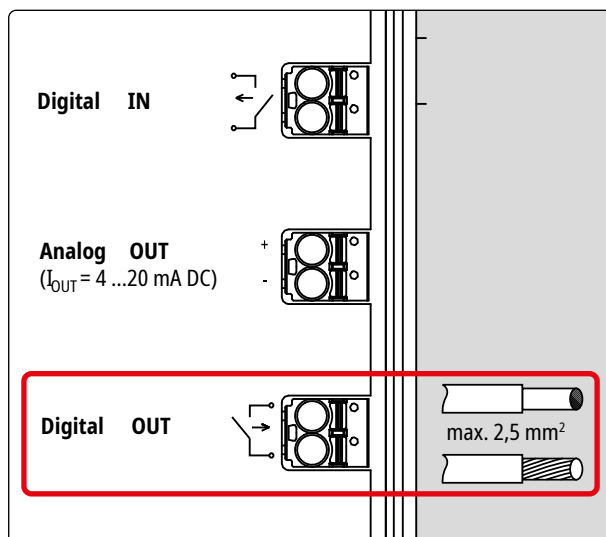

Bild 13
- ➔ Ein externes **Fehlerstatus-Relais** (z. B. Schaltschütz) kann zur Erhaltung des Personenschutzes übergeordnet angeschlossen werden (siehe Bild 13).